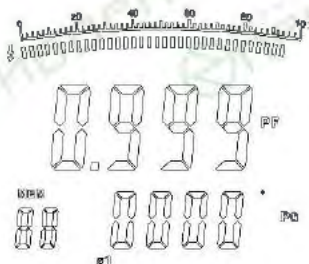

Рис. 18
4. При измерении по схеме «3 фазы, 4 провода» см. рис. 18, 19 и 20.
● Нажать **SEL**, чтобы выбрать первую фазу, см. рис. 18.